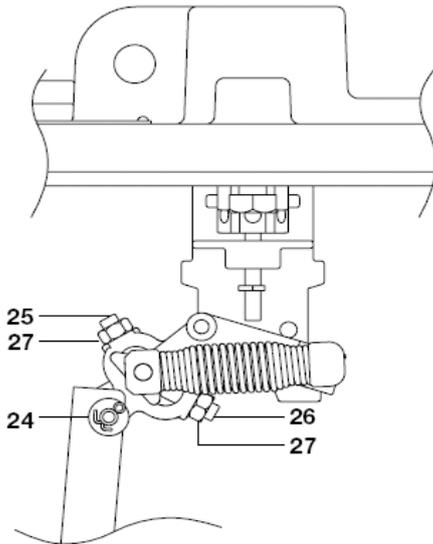

Fig. 8
Pour rep. 24, 25, 26 et 27 : voir fig. 8.
**Note :** Ne pas toucher les vis de réglage (Fig. 8 : 25 et 26).
3. Vérifier les ressorts (10). Si nécessaire déposer les clips, glisser les ressorts des axes et remplacer les ressorts et les clips. (voir ref 5 e concernant ressorts)
- a) Déposer l'axe (24) de la tige connecteur et déplacer l'ensemble flotteur avec levier vers l'autre côté de la tige support.
- e) Avant de mettre les ressorts, vérifier que l'ancre des ressorts soit alignée avec le ressort et que, entre le ressort et l'ancre, le jeu soit maximum 0.35mm (Fig. 8). **Les embouts du ressort peuvent toucher l'ancre mais ne jamais être pliés autour de l'ancre.** Toujours monter avec des rondelles et des goupilles neuves.